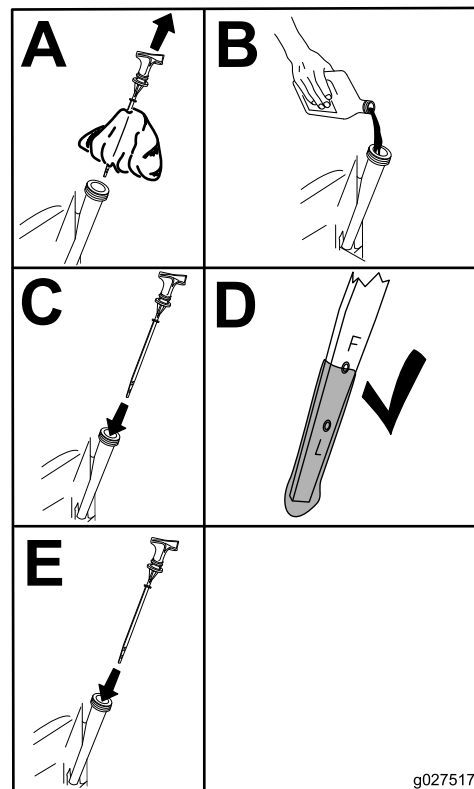

Figure 34
5. Versez avec précaution environ 80 % de la quantité d'huile spécifiée dans le goulot de remplissage (Figure 34).